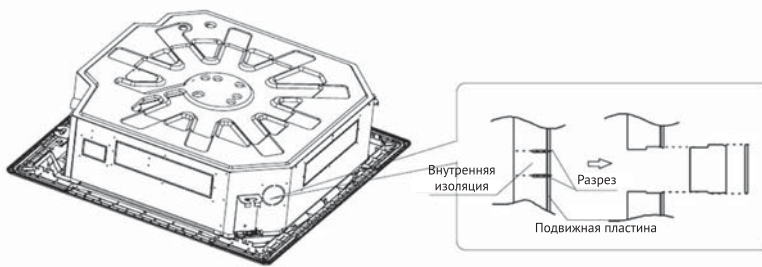

рис. 6-4
- Вырежьте с помощью резака теплоизоляцию из образовавшегося отверстия (см. рис. 6-4).